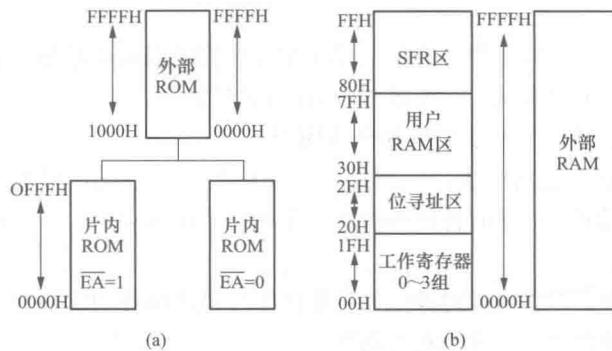

图 1-4 存储器结构
8051 单片机的存储器在结构上分为程序存储器 (ROM) 和数据存储器 (RAM)，其内部采用程序存储器与数据存储器各自独立编址的结构形式。在物理结构上共有 4 个存储空间：片内程序存储器、片外程序存储器以及片内数据存储器和片外数据存储器。单片机的存储器结构如图 1-4 所示。
3) 内部数据存储器。内部数据存储器由 128B 的片内 RAM 及 21 个专用寄存器 (SFR) 构成，地址范围为 00H~FFH。128B 的片内 RAM 又可划分为工作寄存器区、位寻址区和数据缓冲区，如图 1-4 (b) 所示。